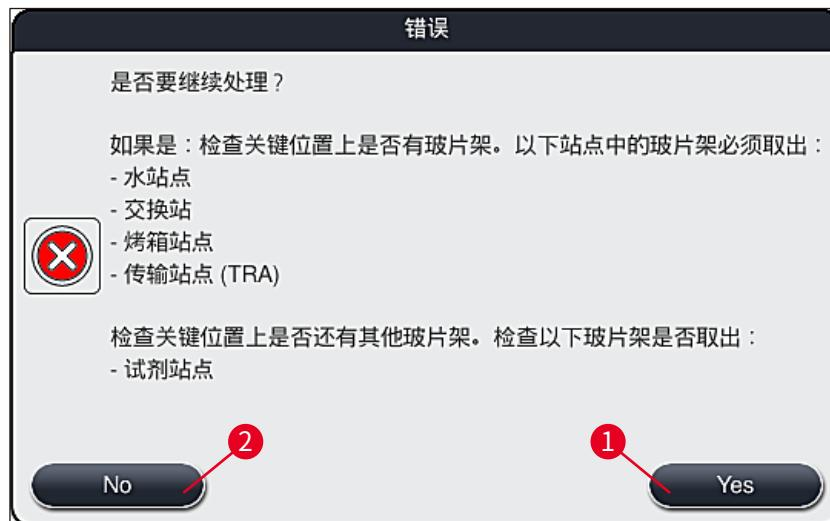

图 110
4. 随后，用户可选择继续（→ 第 131 页 – 8.2.2 电源故障后继续执行染色过程）或取消（→ 第 133 页 – 8.2.3 电源故障后取消所有染色过程）（→ “图 110”）染色过程。
- 根据前一条信息消息 (→ “图 110”) 从仪器中取出需撤回玻片架, 然后在屏幕上按下相应的站点 (→ “图 111-1”) 确认取出。
取消染色过程和返回前一个选择菜单（→“图 110”）可按下取消按钮（→“图 112-2”）撤销。